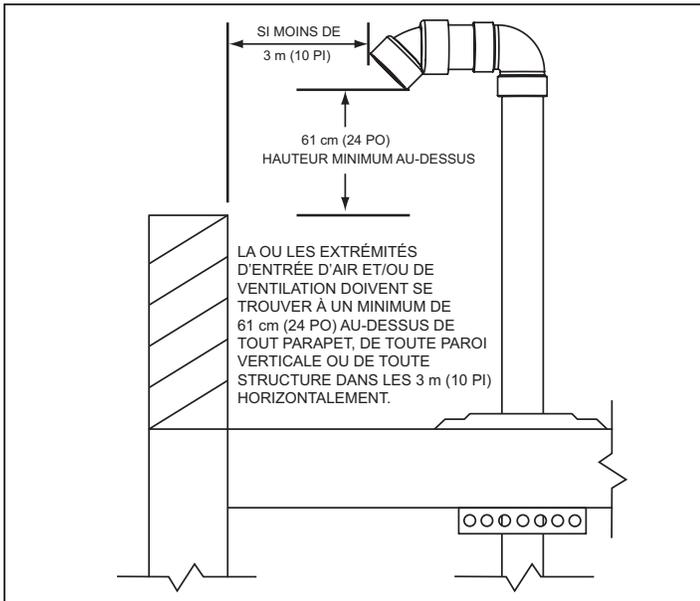
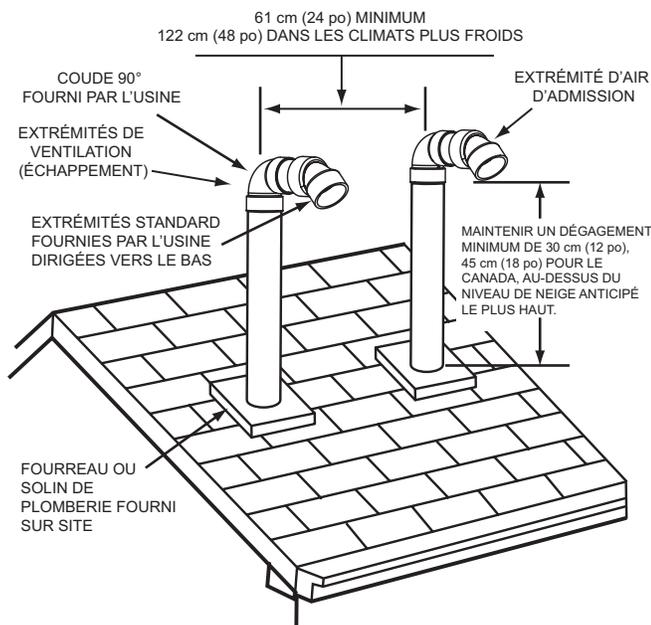

Figure 20. Extrémité(s) verticale(s) - Dégagement sur toit plat
Figure 21. Extrémité verticale - Ventouse
2. Pour installer uniquement la tuyauterie d'évacuation (gaz de combustion) dans une configuration à dispositif d'évacuation mécanique vertical à travers le toit, s'assurer que tous les dégagements verticaux extérieurs prescrits, illustrés à la *Figure 19* et la *Figure 20* (page 26), sont bien respectés. Ces dégagements et ceux cités par les codes locaux et nationaux doivent être maintenus.
**Remarque :** Pour les installations sur toits-terrasses, la bouche d'évacuation doit être d'un minimum de 60 cm (24 po) au-dessus de tout parapet, tout mur vertical ou toute structure se trouvant à moins de 3 m (10 pi) horizontalement. Voir *Figure 20* (page 26).
3. Pour installer la tuyauterie d'admission d'air et d'évacuation dans une configuration à ventouse verticale à travers le toit, s'assurer que tous les dégagements verticaux extérieurs prescrits, illustrés à la *Figure 20* (page 26) et la *Figure 21* (page 26), sont bien respectés. Ces dégagements et ceux cités par les codes locaux et nationaux doivent être maintenus.
**Remarque :** Pour les installations sur toits-terrasses, les bouches d'évacuation et d'admission d'air doivent être d'un minimum de 60 cm (24 po) au-dessus de tout parapet, tout mur vertical ou toute structure à moins de 3 m (10 pi) horizontalement. Voir *Figure 20* (page 26).
La bouche d'évacuation doit être orientée vers le bas comme illustré à la *Figure 19* et la *Figure 20* (page 26).
Les tuyaux d'admission d'air et d'évacuation doivent pénétrer le même côté du toit comme illustré à la *Figure 21* (page 26).
Les bouches d'admission d'air et d'évacuation doivent être orientées vers le bas et dans le même sens comme illustré à la *Figure 21* (page 26).
Les bouches d'admission d'air et d'évacuation doivent avoir une séparation minimale de 61 cm (24 po) mesurée entre leurs axes médians comme illustré à la *Figure 21* (page 26). Dans les climats plus froids, cette séparation doit être augmentée jusqu'à au moins 122 cm (48 po).
Le bord inférieur des bouches d'admission d'air et d'évacuation doit être d'un minimum de 30 cm (12 po), 45 cm (18 po) au Canada, au-dessus du niveau moyen ou attendu de la neige comme illustré à la *Figure 19* ci-dessous et la *Figure 21* (page 26).
La distance entre les bouches d'évacuation et d'admission d'air les plus proches doit être d'un minimum de 61 cm (24 po) comme illustré à la *Figure 21* (page 26). Dans les climats plus froids, cette séparation doit être augmentée jusqu'à au moins 122 cm (48 po).